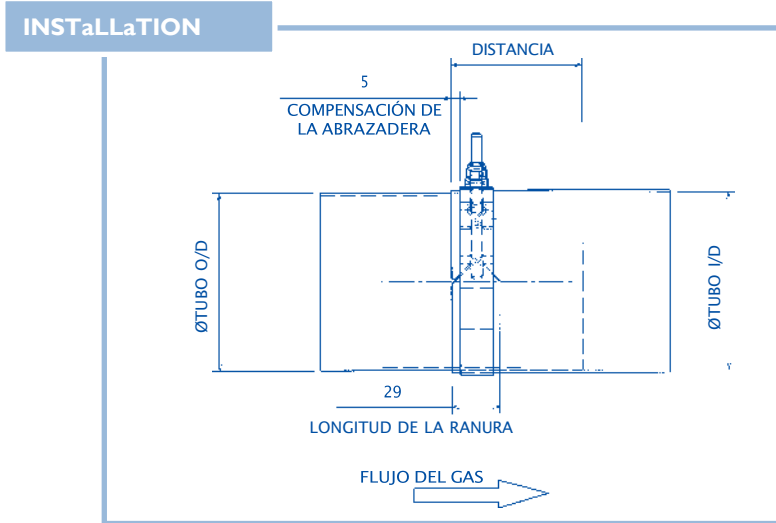

Figure 1: OD/ID Requisitos comunes
- 3.4 Tous les joints intérieurs et extérieurs de tuyaux/tubes doivent être assemblés comme illustré à la Figure 1 dans laquelle la 'Distance' nominale est égale à 65 mm (50 mm minimum).